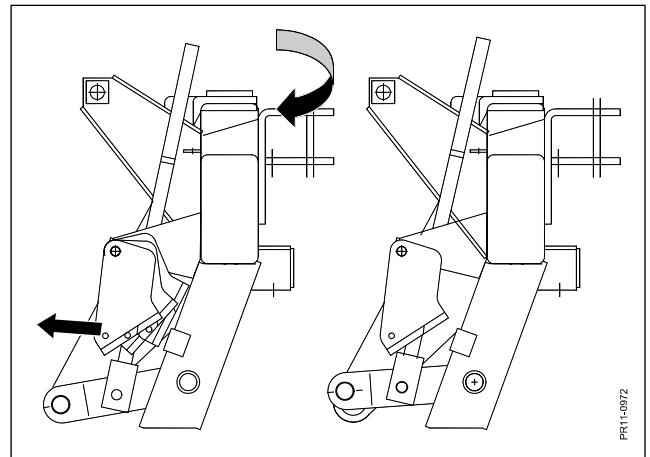

Fig. 3-2
- Fig. 3-2** Inden maskinen svinges fra arbejdsstilling og bagud aktiveres (såfremt den er monteret på maskinen) parkeringslåsen via snoretrækket.
- Fig. 3-2**